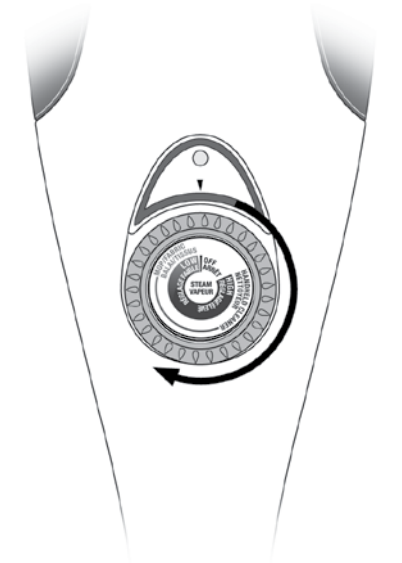

FIGURA 9
2. Gire el Control de Vapor en el sentido de las manecillas del reloj de "OFF" a la posición deseada (FIGURA 9). La Luz Indicadora de Potencia se encenderá inmediatamente para indicar que la unidad está encendida y calentando.